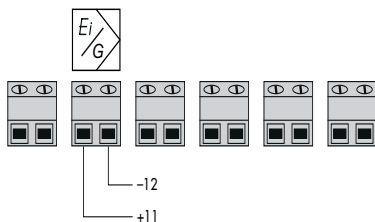

Рис. 31: Подключение управляющего сигнала mA
- ➔ Подключите электропитание (сигнал mA) как показано на Рис. 31.